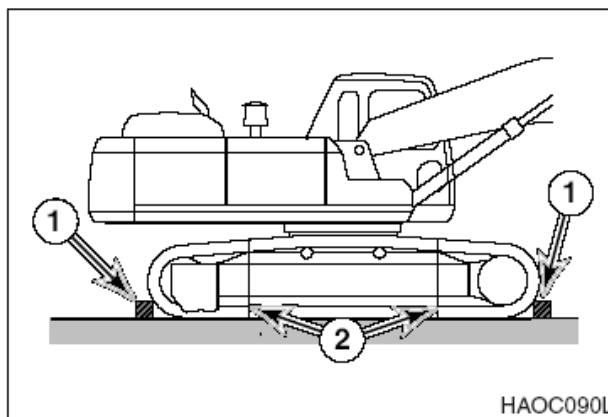

Рис. 8
12. Перед началом транспортировки убедиться, что экскаватор закреплен на трейлере. Поместить блоки (1, рис. 8) спереди и позади каждого трака. Использовать цепи или кабельное крепление (2) согласно требованиям местных законов о перевозке.